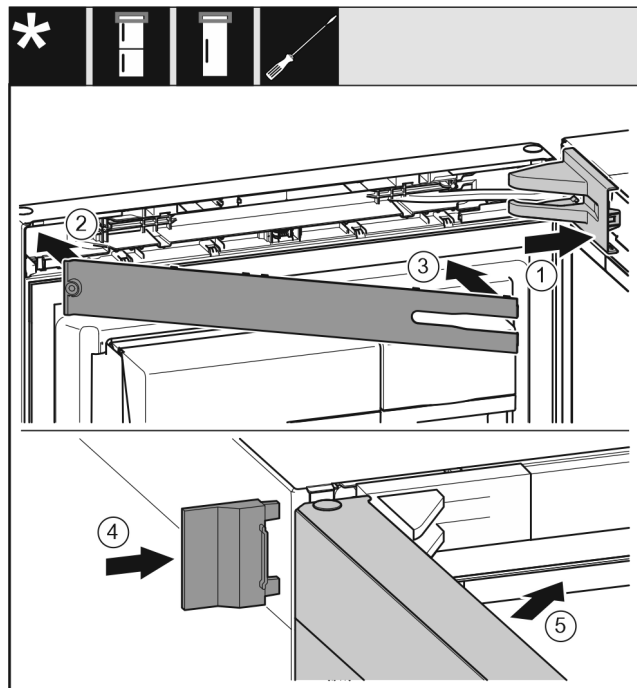

Fig. 31
- ▶ Helyezze fel és pattintsa be a csapágybak fedelét Fig. 31 (1), szükség esetén óvatosan nyomja szét.
- ▶ Helyezze fel a takarólemezt Fig. 31 (2).
- ▶ Fordítsa be és pattintsa be a takarólemezt Fig. 31 (3).
- ▶ Tolja fel a külső fedelet Fig. 31 (4).
- ▶ Csukja be a felső ajtót Fig. 31 (5).